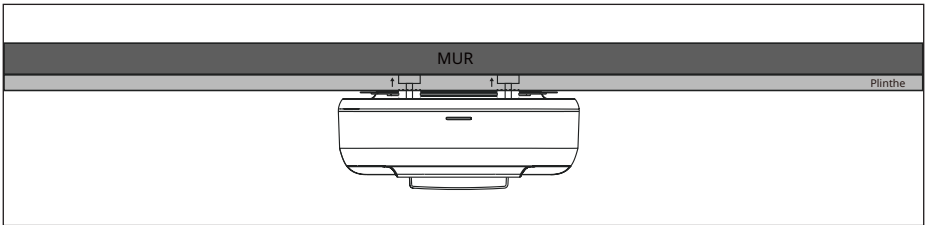

Figure 2
3. À l'arrière de la station de charge, vous trouverez deux molettes qui vous aideront à la positionner contre le mur (reportez-vous à la Figure 2). Ajustez ces molettes en fonction de la surface du mur pour vous assurer que la station de charge est parallèle au mur et positionnée de manière sécurisée. Une fois que la station de charge est correctement placée, assurez-vous que son avant est orienté vers l'avant et connectez-la à la source d'alimentation.